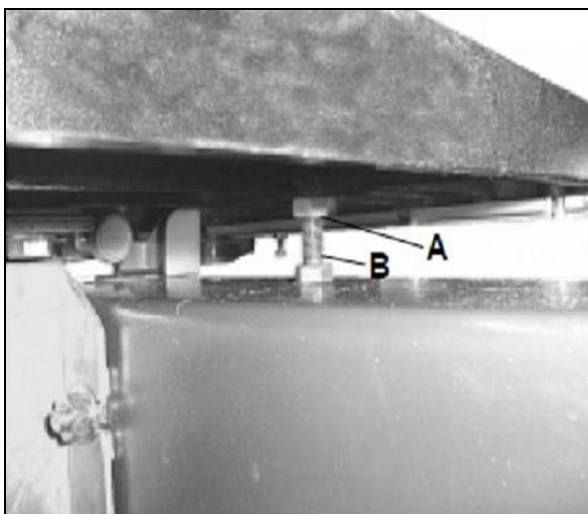

Fig 11
Desserrer l'écrou (A, Fig 11), ajuster la vis (B).